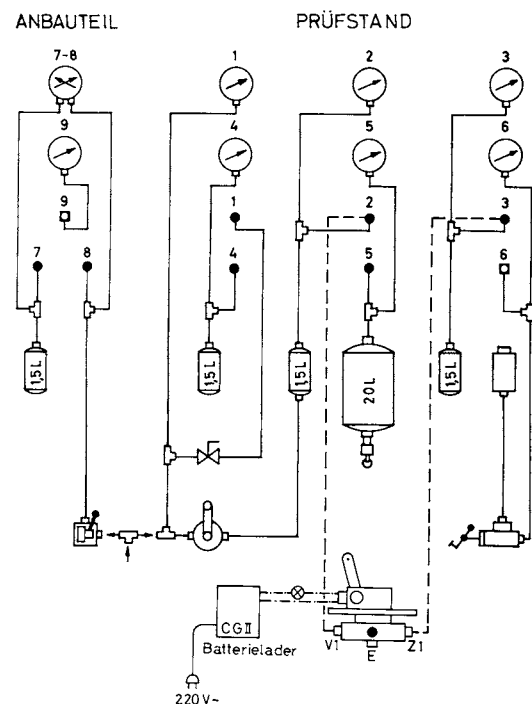

Abb. 3
- b) Die beiden Schlauchanschlüsse 2 und 3 nach Prüfschema anschließen. (Abb. 3)
- c) Den gelösten Schlauchanschluß 3 wieder nach Prüfschema (Abb. 3) am Bremsventil festdrehen.